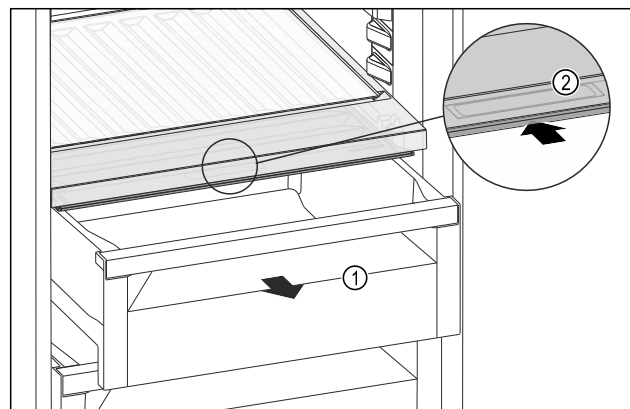

Fig. 129
- Витягніть висувний ящик Fig. 129 (1).
- Візьміться за потайну ручку Fig. 129 (2) на кришці відділення й одночасно посуňte кришку відділення назад.